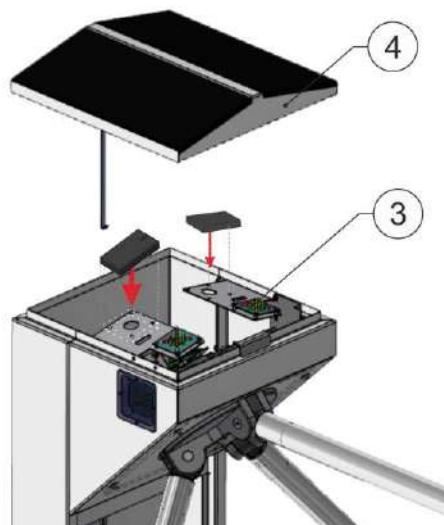

Рис. 20 – Встановлення зчитувача в турнікет-трипод
- У турнікетах «CENTURION-M», «TWIX-M», «SKULL-M» і «BASTION-M» зчитувачі встановлюються на спеціальний, регульований по висоті кронштейн, який розташований під кришкою **4** поруч із світловим табло індикації **3** (Рис.20).